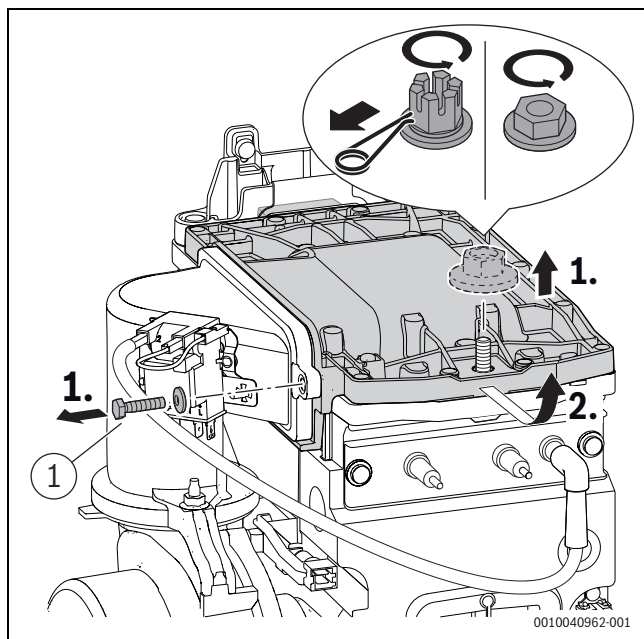

Bild 207 Brennerdeckel ausbauen
- Schraube ([1], Bild 207) am Brennerdeckel mit 5,5+0,5 Nm festziehen.